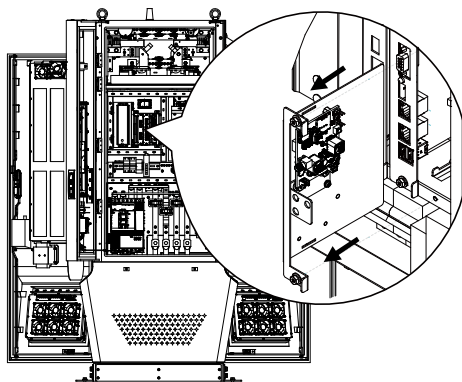

Figure 36. Accès au module 4G/Wi-Fi
- 1) Retirer le plateau supérieur du boîtier CSU pour accéder au module 4G/Wi-Fi à l'intérieur de l'armoire. Voir la figure 36.